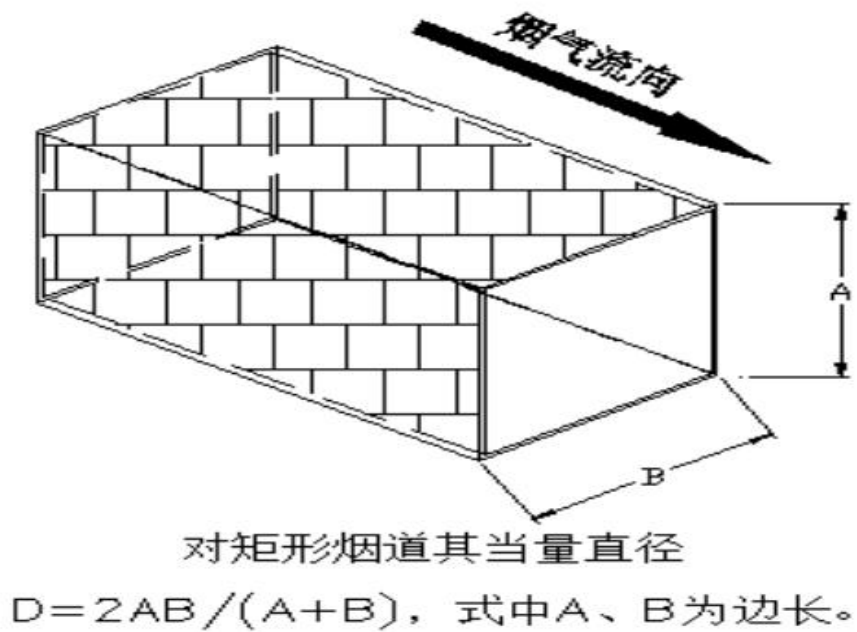

图 3 烟气流速仪测量点要求图例
c) 对矩形烟道其当量直径  $D=2AB/(A+B)$ ，式中 A、B 为边长，如图 3 所示。